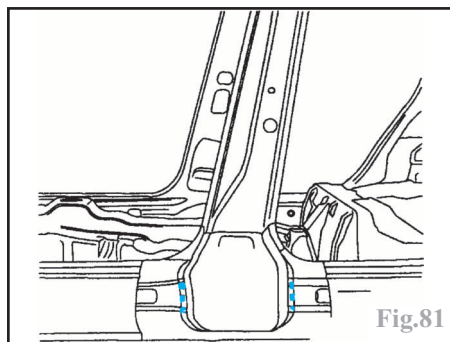

Fig.81
-points bouchons au **MIG** et meuler les bouchons (Fig.81),